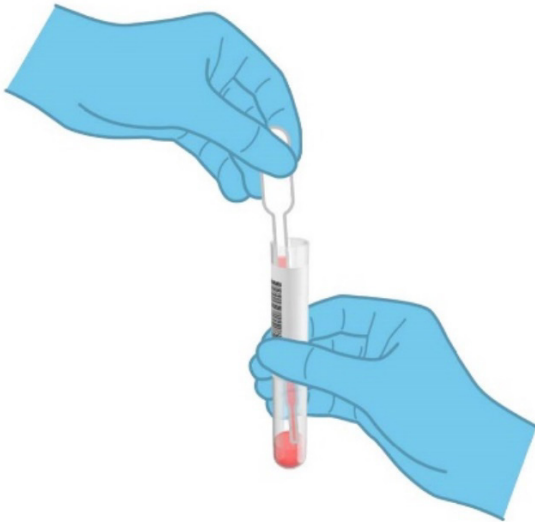

Figura 40. Tragerea probei în pipeta de transfer livrată.
5. Deschideți tubul cu proba care trebuie testată. Folosiți pipeta de transfer livrată pentru a trage lichidul până la a treia linie de umplere de pe pipetă (adică 300 µl) (Figura 40).